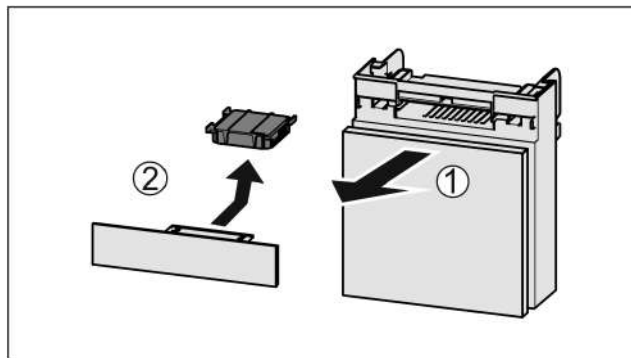

Fig. 147
- ▶ Pretinac izvucite Fig. 147 (1) prema naprijed.
- ▶ Izvadite filtara s aktivnim ugljenom Fig. 147 (2).